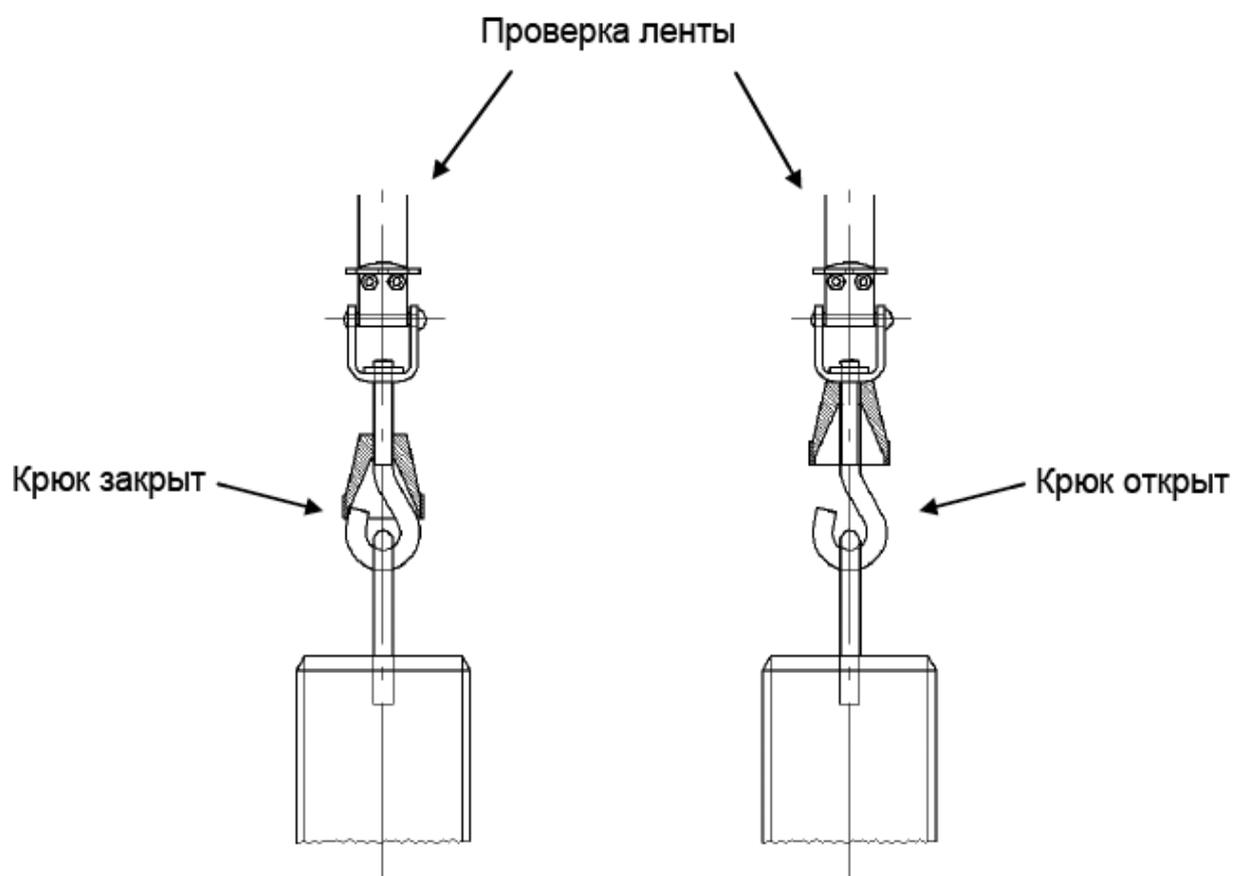

Рис. 1
- Проверьте закрытие запирающей системы крюка в соответствии с рис.1. Поворотный крюк должен использоваться в закрытом состоянии.